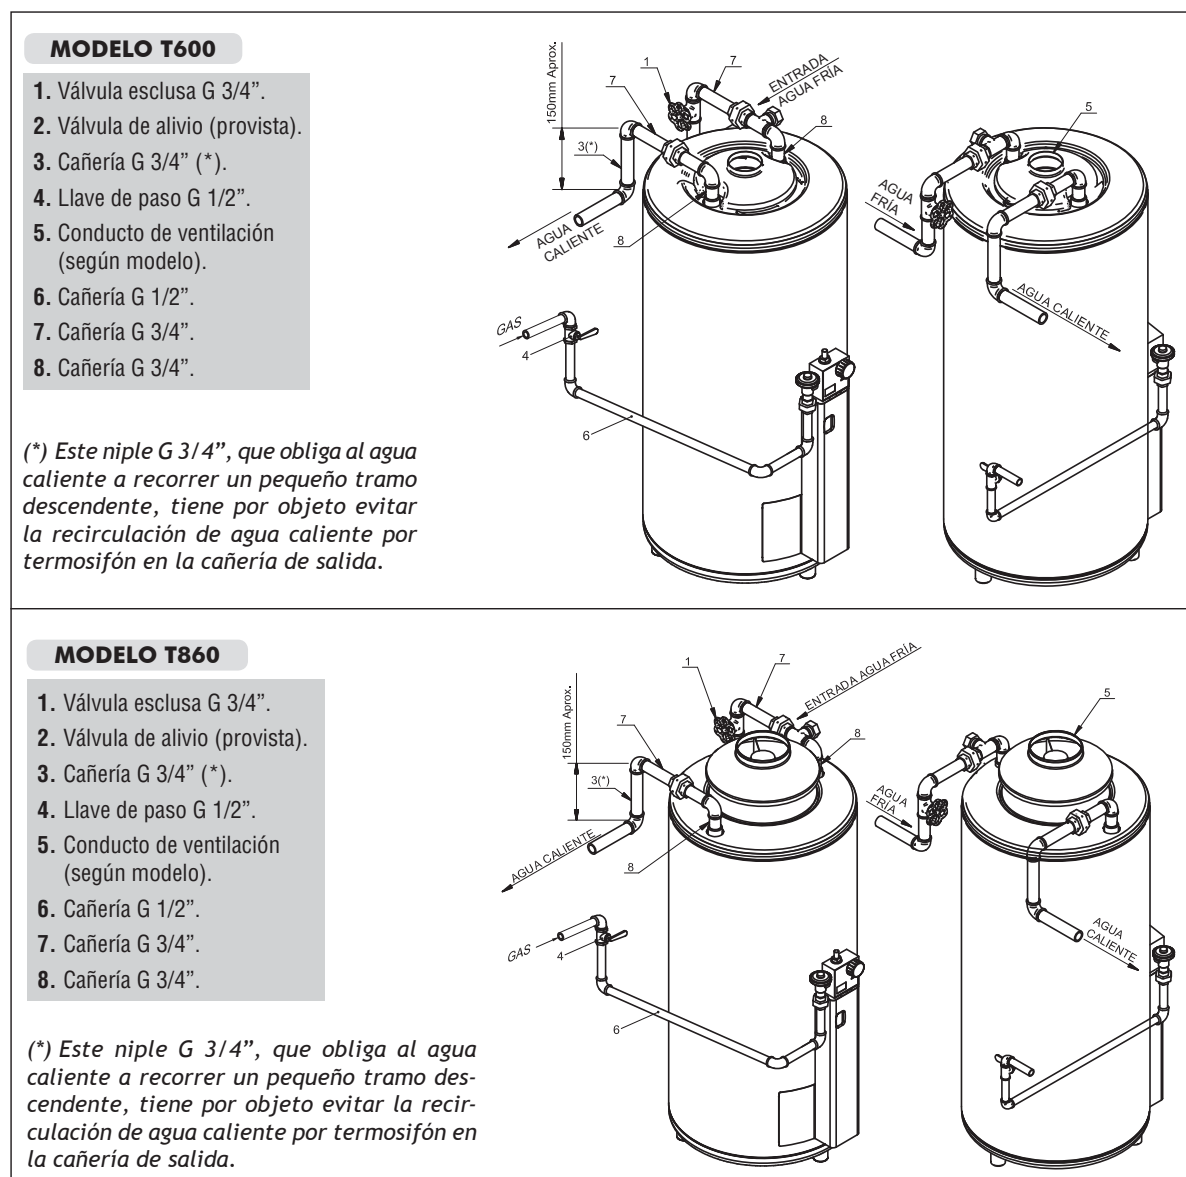

Fig. 1
Las conexiones del agua fría y caliente deben realizarse de acuerdo con el Esquema de Instalación (Fig. 1).
- Verifique que el tubo de bajada y su guarnición de goma estén colocados en la brida destinada a la entrada de agua fría (Fig. 1). (solo para modelos de salida superior)